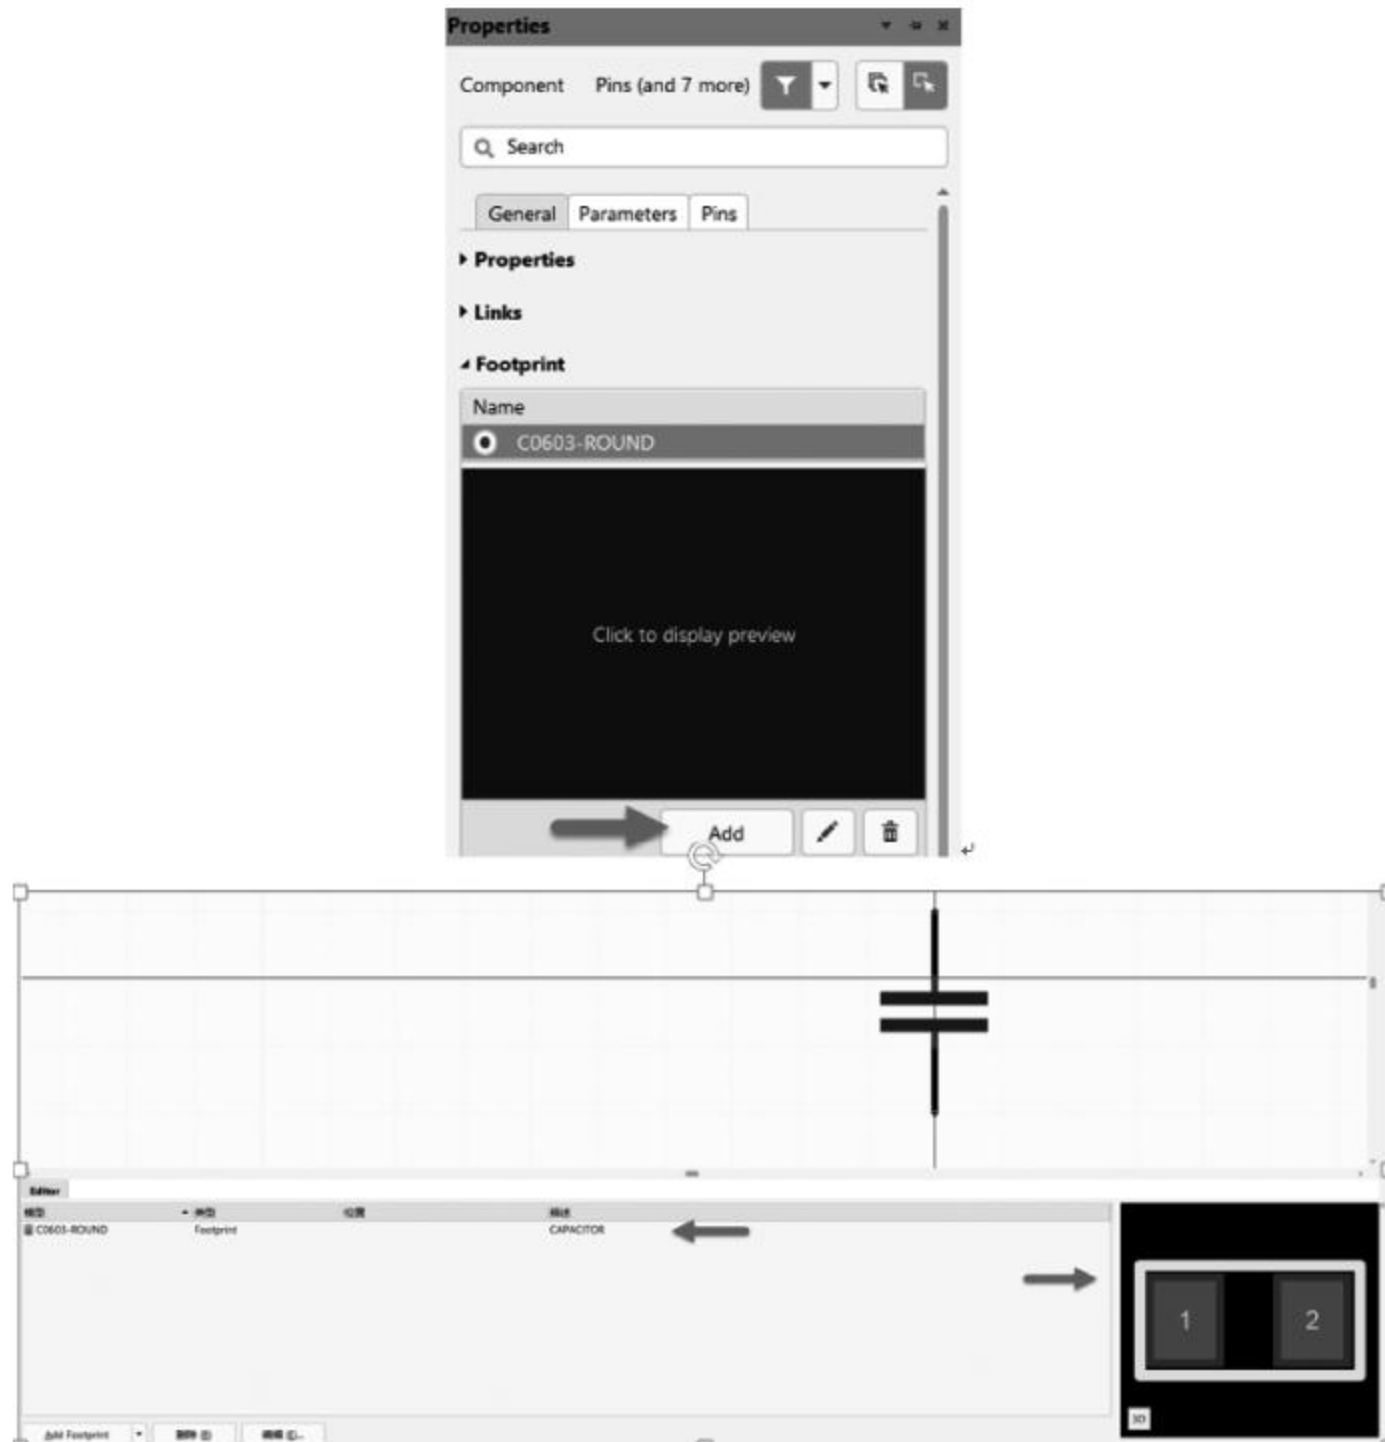

图 3-73 为原理图库元件添加相应的 PCB 封装
(4) 为集成库中的原理图库和 PCB 元件库添加元件和封装,此处复制前面制作好的原理图库和 PCB 元件库,并将它们关联起来,即为原理图库元件添加相应的 PCB 封装,如图 3-73 所示。